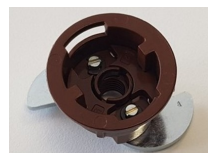

рис.3
- **Примеры шпонок, подходящих для такого вида работ, см. рис. 3.**